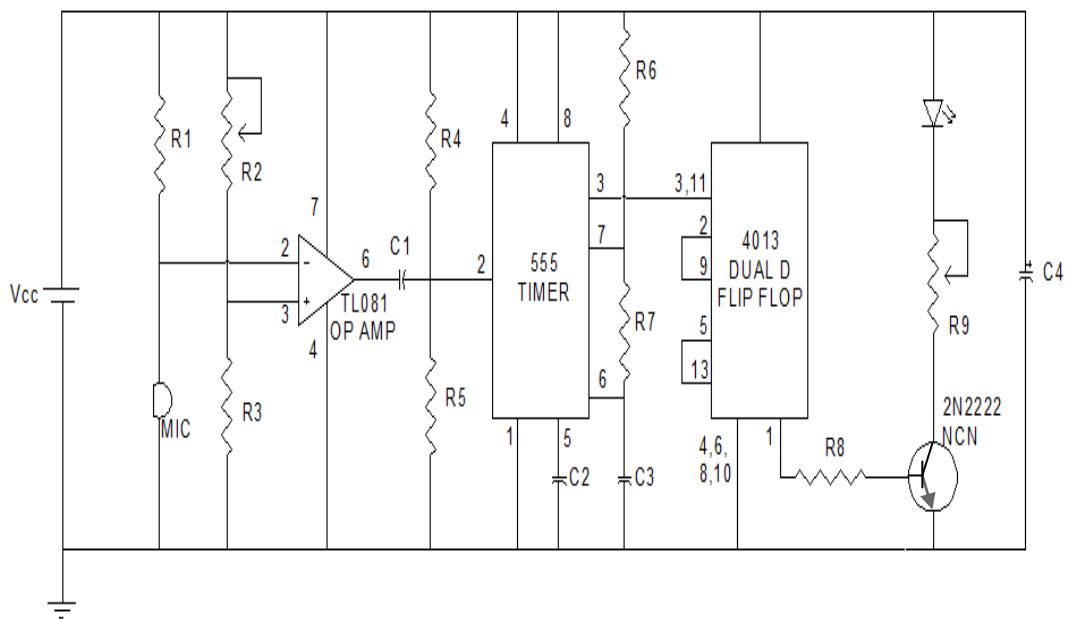

Figura 2.1: Circuito de interruptor por doble aplauso
Para conocer el funcionamiento del 555, se propone montar el circuito de la figura 2.1. Se trata de un interruptor por doble aplauso, mediante el cual, a partir de dos aplausos consecutivos se encenderá un LED y con otros dos aplausos se apagará.
- Monta el circuito de la figura 2.1 y comprueba su funcionamiento.